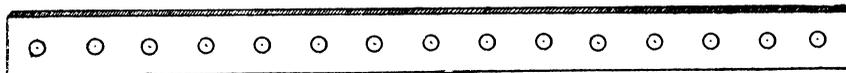

Рис. 12. Линейка с 15 дырочками.
3) линейки с пятнадцатью дырочками в один ряд (рис. 12).